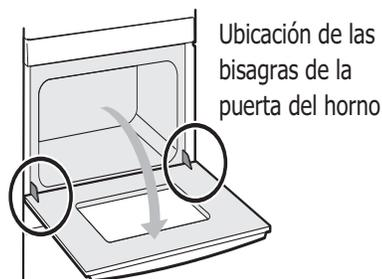

Figura 45: Ubicación de las bisagras de la puerta
1. Abra completamente la puerta del horno dejándola horizontal con el piso (Vea la figura 45).
3. Abra completamente la puerta del horno, dejándola horizontal en relación con el piso (Vea la figura 45).